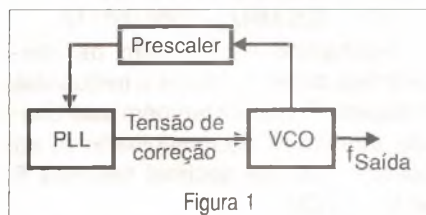
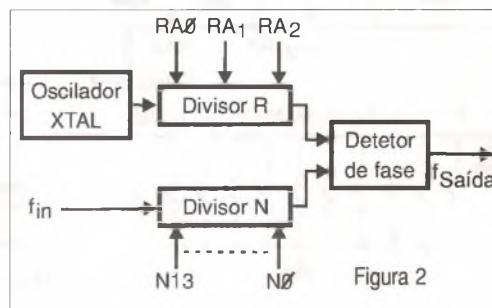

Figura 1
Figura 2
A mensagem é definida como a informação que desejamos transmitir de um ponto a outro, podendo ela ser falada (voz), escrita (carta), ou ainda codificada. A mensagem, de uma maneira geral, está posicionada dentro da faixa de baixas frequências, normalmente no espectro audível entre 20 Hz e 20 kHz, conforme podemos observar pela figura 1-a.
A portadora, por sua vez, está localizada na parte de alta frequência do espectro, normalmente no espectro de radiofrequência (RF) acima de 300 kHz, como podemos ver na figura 1-b.
Quando modulamos uma portadora de RF senoidal com um sinal de baixa frequência, com forma de onda também senoidal, após o processo podemos notar que a amplitude da portadora varia em função da mudança da amplitude do sinal modulante, conforme podemos ver na figura 1-c.
Dependendo da relação de amplitudes do sinal modulante com o da portadora, a amplitude desta última após a modulação poderá atingir um valor nulo, conforme observamos no ponto X da figura 1-c. Neste caso dizemos que ocorreu uma modulação máxima com $m=1$. Dependendo do caso, pode até haver uma sobremodulação com m maior que 1.
No processo de modulação em amplitude é utilizado um circuito eletrônico cuja finalidade é sobrepor a mensagem à portadora, conforme ilustra a figura 2.
O grau de modulação, profundidade ou índice de modulação, é definido como a relação entre a variação máxima e a mínima da amplitude da portadora modulada de acordo com a figura 1-c.
$E(\max)$ = amplitude máxima da portadora modulada em V_{pp} (ponto Y da figura 1-c)
$E(\min)$ = amplitude mínima da portadora modulada em V_{pp} (ponto X da figura 1-c)
Exemplo: na figura 1-c foram medidos os seguintes valores:
Na figura 1 temos os blocos básicos de um PLL e na figura 2 a configuração final.